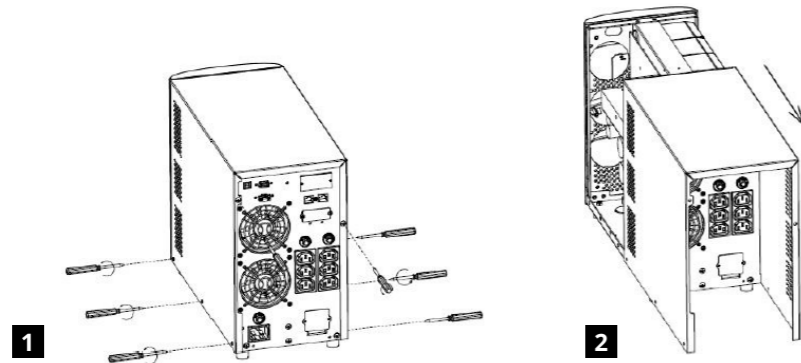

Abbildung 11: Entfernen der Gehäuseabdeckung
1. Entfernen Sie die Gehäuseabdeckung nach Lösen der entsprechenden Kreuzschlitzschrauben (s. Abbildung 11). Ziehen Sie hierzu die Gehäuseabdeckung nach hinten weg.